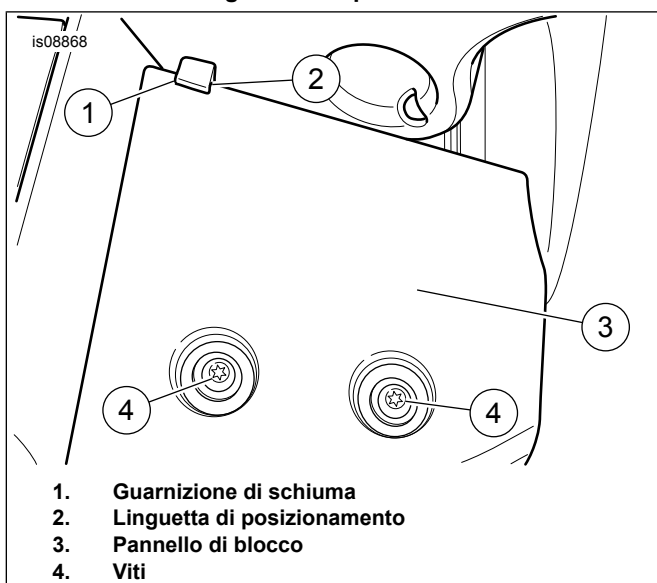

Figura 9. Pannello di blocco e schiuma della linguetta di riferimento
10. Vedere Figura 9. Piegarne un pezzo di guarnizione (1) ritagliata sulla linguetta di riferimento (2) del pannello di blocco. Installare il pannello (3). Applicare una goccia di Loctite 243 – blu alle filettature pulite della vite (4). Installare le viti. Serrare a 7,3–8,4 N·m (65–75 in-lbs).